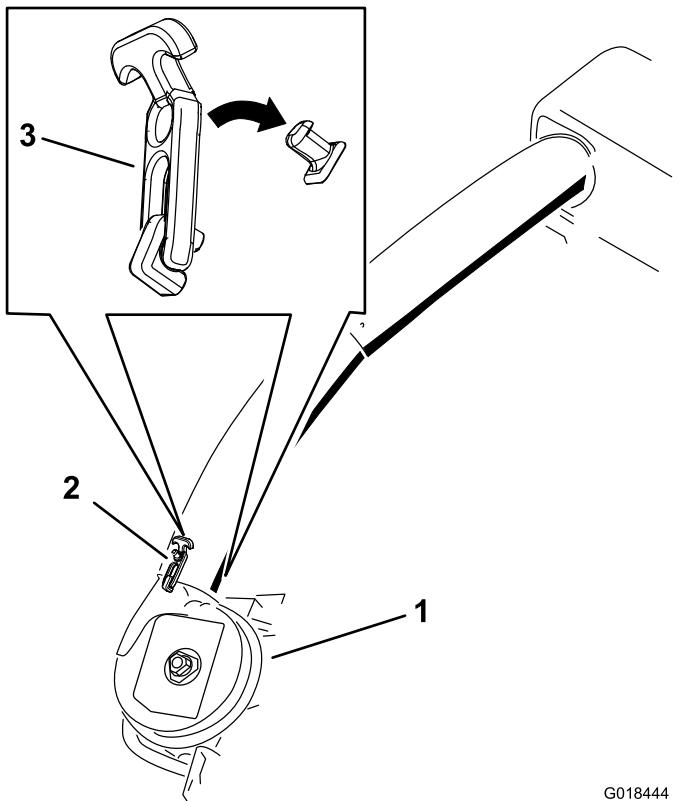

Figura 28
6. Pomoću obe brave pričvrstite donju cev za sklop duvača (Figura 28).
21. Pomoću obe brave pričvrstite donju cev za sklop duvača (Figura 28).